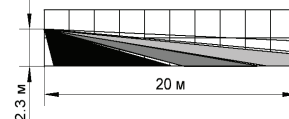

Рис. 1 Диаграмма зоны обнаружения извещателя
1.3 Извещатель формирует объемную зону обнаружения (рис.1).